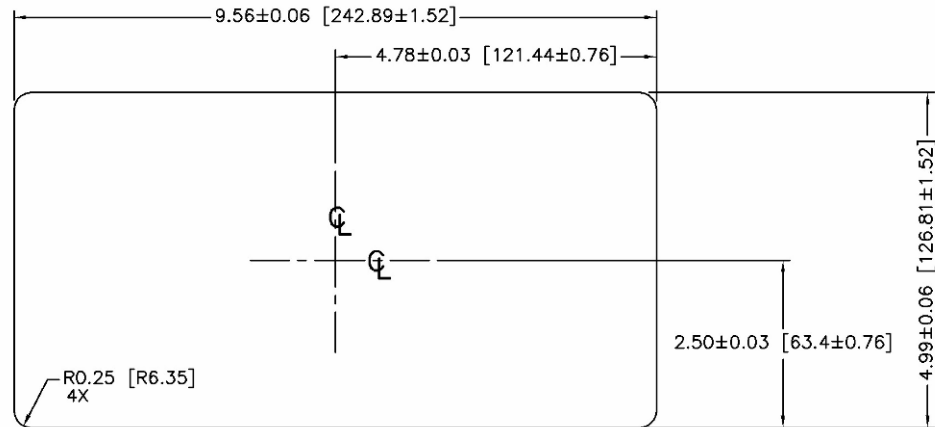

Figura 2-5: Dimensiones del recorte del panel
4. Haga una abertura en el panel o gabinete industrial según las dimensiones del recorte del panel mostradas en la Figura 2-5.